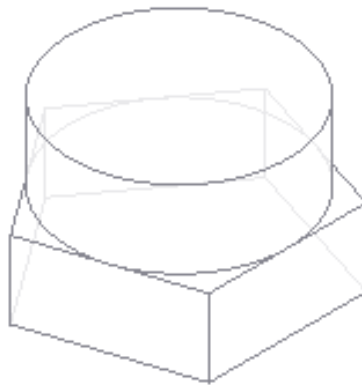

Рисунок 5.35 – Результат операции **Приклеить выдавливанием**
7. Модель цилиндра формируем с помощью операции  **Приклеить выдавливанием** на расстояние **50** (рис. 5.35).